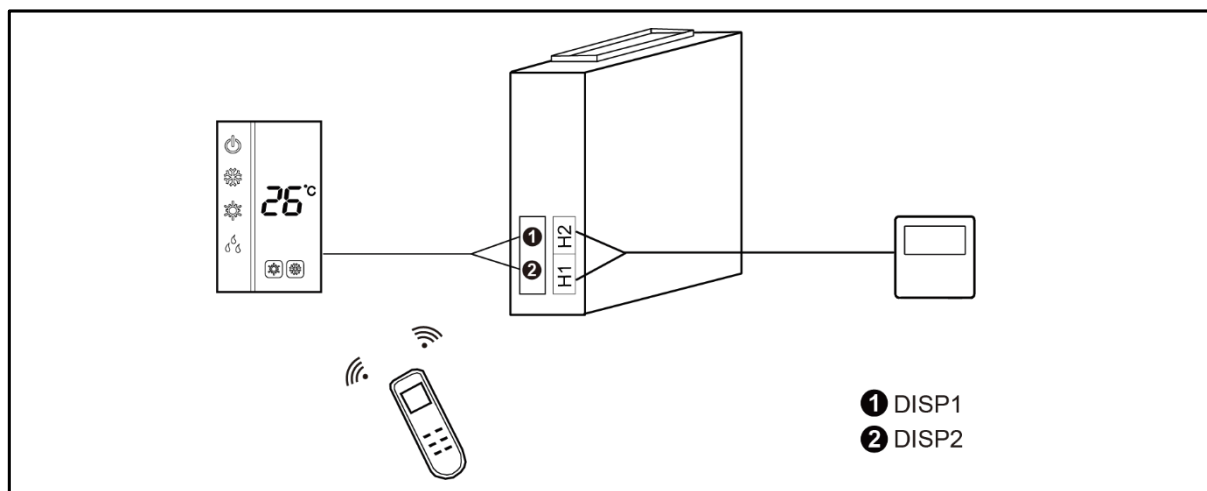

Fig. 5.4.3
- 3) O controlador com fio e o painel de receção podem ser instalados ao mesmo tempo. Quando utilizado com um comando remoto, tanto o controlador com fio como o painel de receção podem receber os sinais, conforme ilustrado na Fig. 5.4.3.